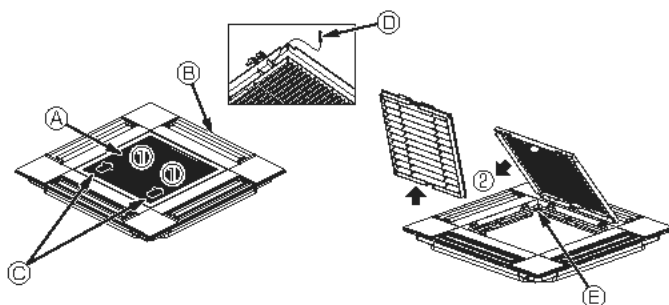

Fig. 10-3
10.2.1. Extracción de la rejilla de admisión (Fig. 10-3)
- Deslice las palancas en la dirección indicada con la flecha (1) para abrir la rejilla de admisión.
- Con la rejilla de admisión en posición "abierta", retire la bisagra de la rejilla de admisión de la rejilla tal y como se indica con la flecha (2).
- (A) Rejilla de admisión